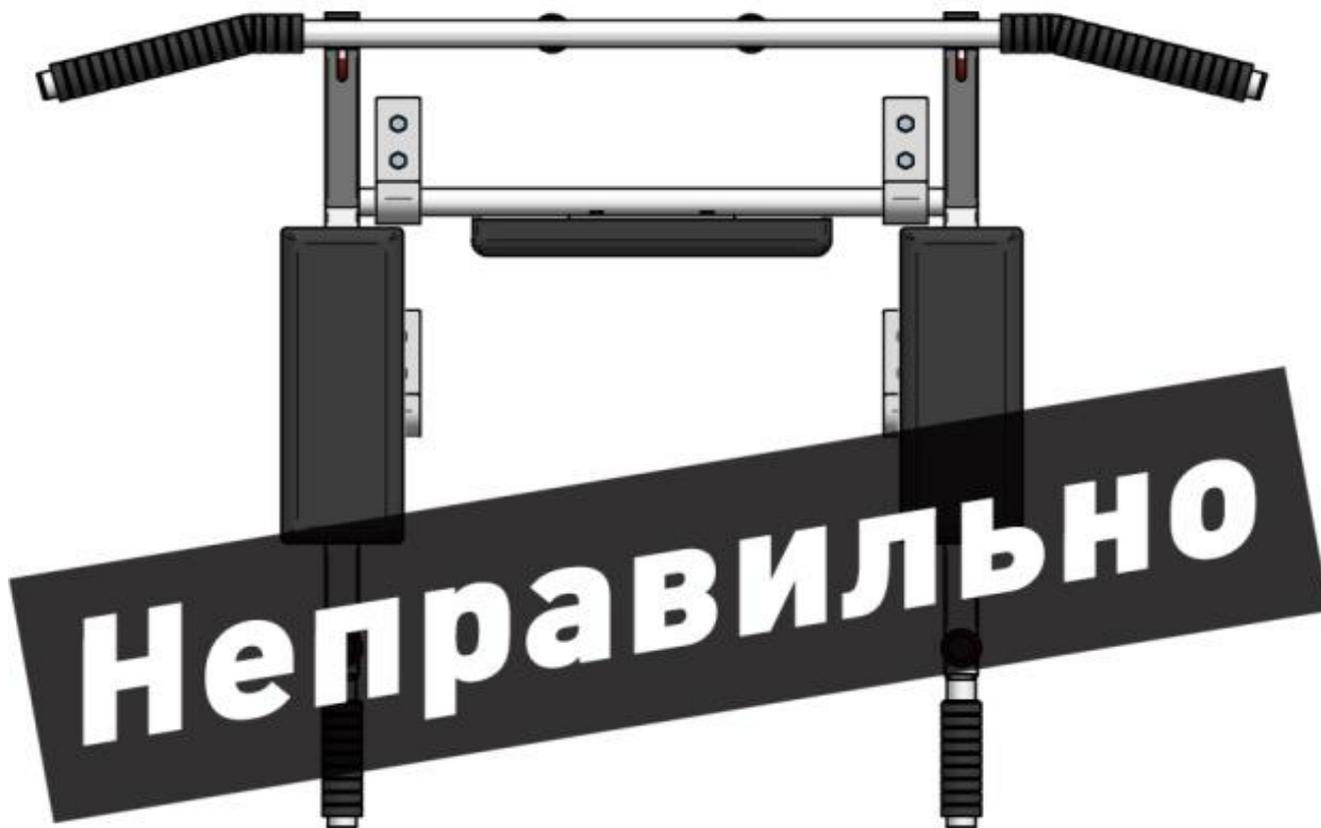

Рис. 2. Неправильная установка комплекса на стену
8. Перед установкой следует правильно произвести разметку будущего расположения петель для смены положения комплекса. На рис. 2 отображено неправильное положение петель.